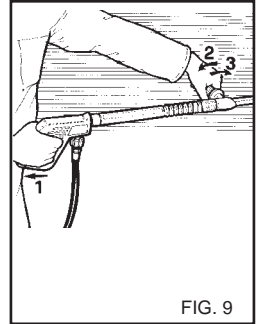

FIG. 9
**USO DE LA LANZA DOBLE (fig.9). (Cuando disponible).**